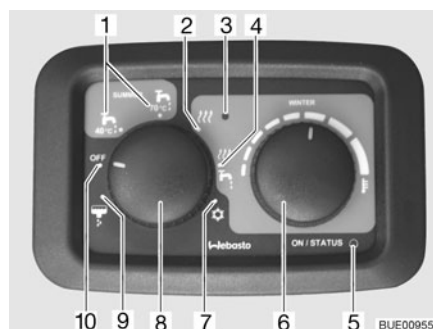

Fig. 159 Unité de commande pour chauffage/chauffe-eau
- Régler le mode de régime à l'aide de l'interrupteur tournant (Fig. 159,8).
L'alimentation électrique pour l'appareil **ne peut pas** être coupée par l'interrupteur principal 12 V. En cas de dysfonctionnement, le voyant de contrôle "Fonctionnement/Dysfonctionnement" (Fig. 159,5) clignote en alternance en vert et en rouge.
Le chauffage sélectionne automatiquement le degré d'allumage nécessaire pour atteindre la température ambiante souhaitée. Une fois que la température ambiante désirée est atteinte, le brûleur s'éteint. En mode "Chauffage et chauffe-eau" (Fig. 159,4) l'eau est également chauffée dans le chauffe-eau à 70 °C. Il est possible de faire fonctionner le chauffage en mode "Chauffage sans chauffe-eau" (Fig. 159,2) et le chauffe-eau vide.
Lorsque le mode "Chauffage et chauffe-eau" (Fig. 159,4) est choisi, bien que le chauffe-eau soit vide, le voyant de contrôle "Pas d'eau" clignote (Fig. 159,3). Dans ce cas, commuter sur le mode "Chauffage sans chauffe-eau" (Fig. 159,2).
- Positionner le bouton tournant "Température" (Fig. 159,6) sur l'unité de commande sur le réglage thermostatique souhaité pour la température ambiante.
- Régler l'interrupteur tournant "Mode de fonctionnement" (Fig. 159,8) en régime hiver "Chauffage sans chauffe-eau" (Fig. 159,2) ou en régime hiver "Chauffage et chauffe-eau" (Fig. 159,4).
Le voyant de contrôle "Fonctionnement/Dysfonctionnement" (Fig. 159,5) est allumé en vert.
- Régler l'interrupteur tournant "Mode de fonctionnement" (Fig. 159,8) sur "OFF" (Fig. 159,10).
Le voyant de contrôle "Fonctionnement/Dysfonctionnement" (Fig. 159,5) s'éteint.